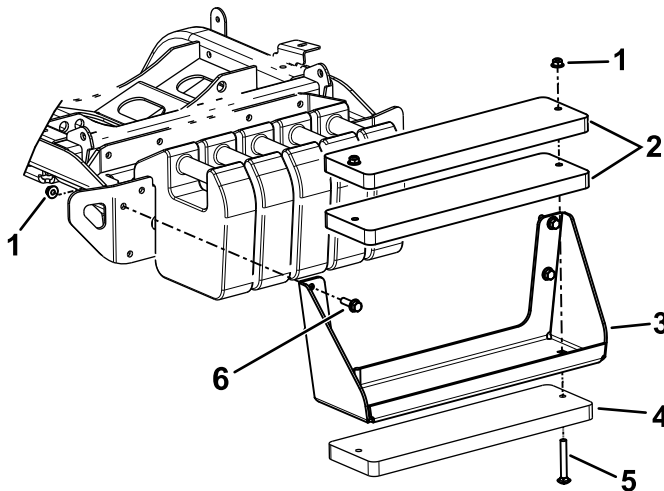

图 22
注意 请参阅图 22 了解这些步骤。
- A. 使用螺栓 $\frac{3}{8}$ x 4 英寸和螺母 $\frac{3}{8}$ 英寸将 3 个配重块固定到支架上图 22。
- B. 使用六角头螺栓和螺母包含在套件中将配重块支架固定到机器上图 22。
- A. 从机器上卸下配重块支架图 22。
- C. 使用螺栓 $\frac{3}{8}$ x 4 英寸和螺母 $\frac{3}{8}$ 英寸将 3 个配重块固定到支架上图 22。
- D. 使用之前卸下的五金件将配重块支架固定到机器上图 22。